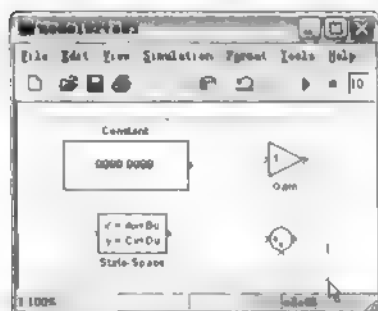

图 2.8 框选多个目标模块
- 使用框选：按住鼠标左键或右键均可，从任何方向画方框，使画出来的方框框住要选择的模块，如图 2.8 所示，文件名为 model02to03.mdl。